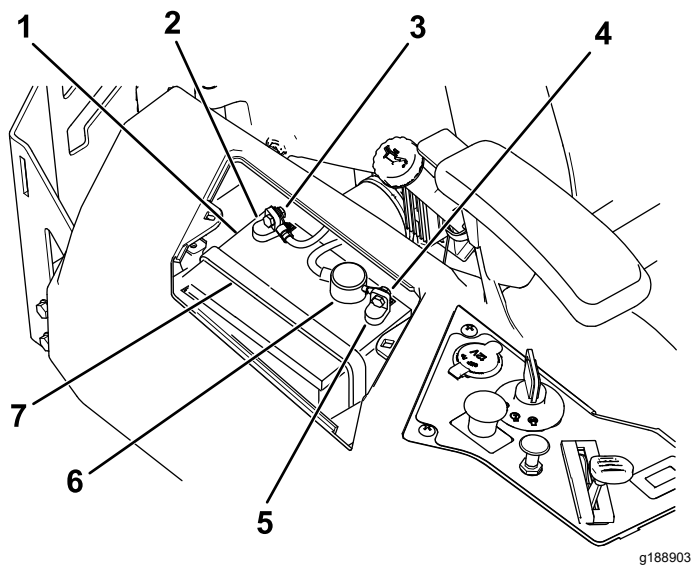

Figura 58
4. Desconecte el cable negativo de tierra (negro) del borne de la batería (Figura 58).
6. Desconecte el cable positivo (rojo) del borne de la batería (Figura 58).
7. Retire la correa de sujeción de la batería (Figura 58) y levante la batería para retirarla de su bandeja.
1. Coloque la batería en la bandeja (Figura 58).
5. Fije la batería con la correa de sujeción (Figura 58).